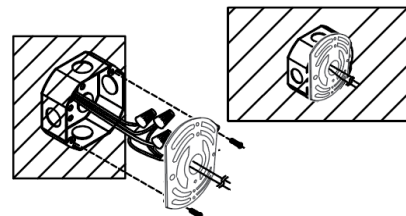

Fig. 1
3. Faire passer les fils à travers la plaque de montage de la boîte de jonction, puis fixer la plaque de montage à la boîte de jonction à l'aide de vis (Fig. 1).